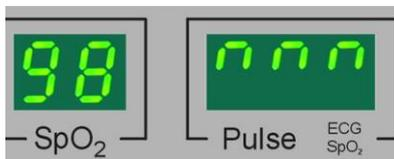

Bild 13: Pulsfrequenz oberhalb des Messbereiches
- nnn:** (siehe Bild 13) Der Messwert für die Puls- bzw. Herzfrequenz liegt oberhalb des spezifizierten Messbereiches.